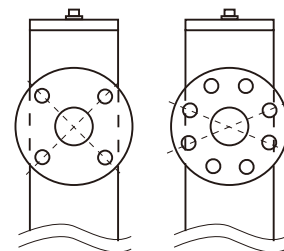

图2
- 设备连接法兰固定孔方向须与液面计法兰固定孔方向相同，如(图2)所示。